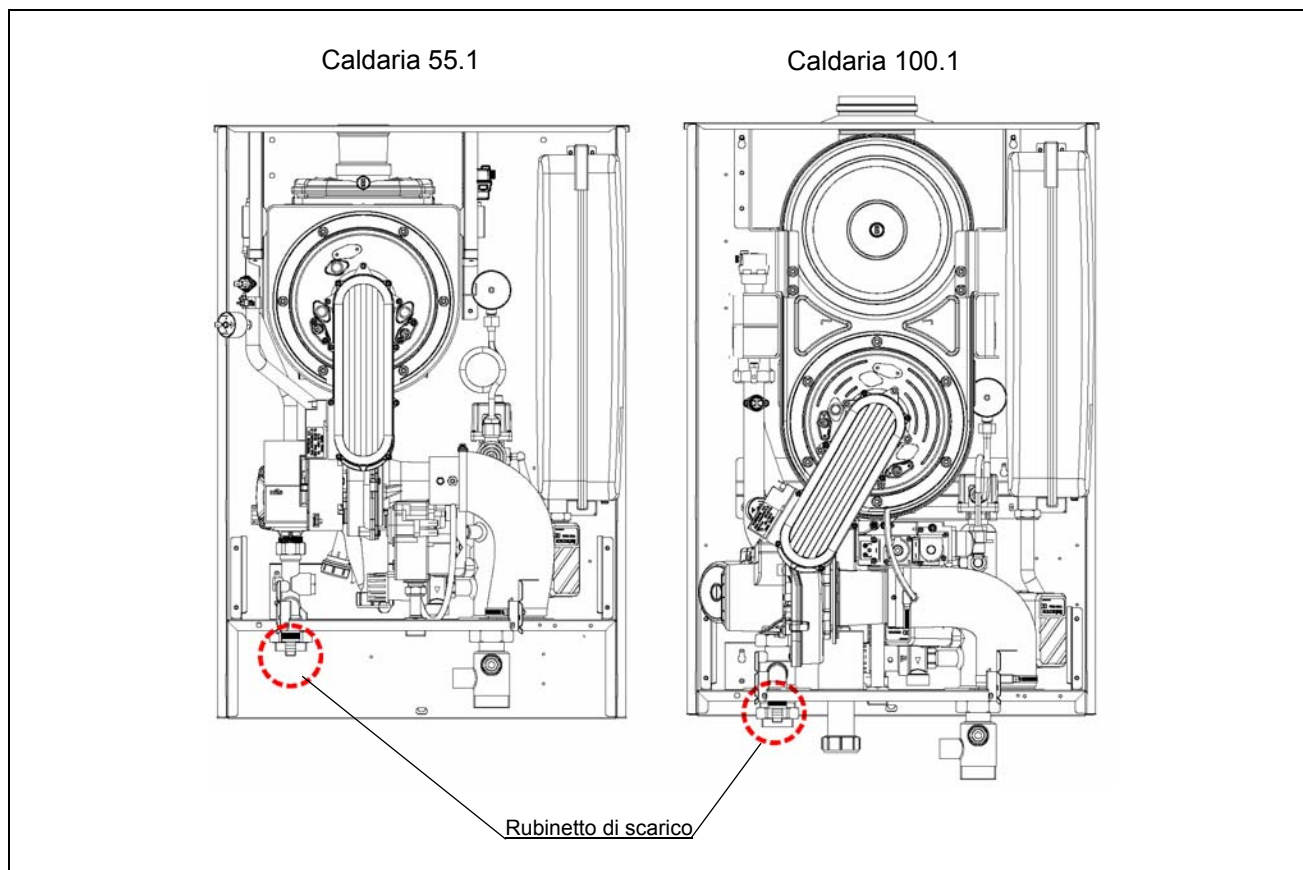

Figura 37 - POSIZIONE RUBINETTO DI SCARICO
- 5) ruotare il rubinetto di scarico dell'impianto (Figura 37);